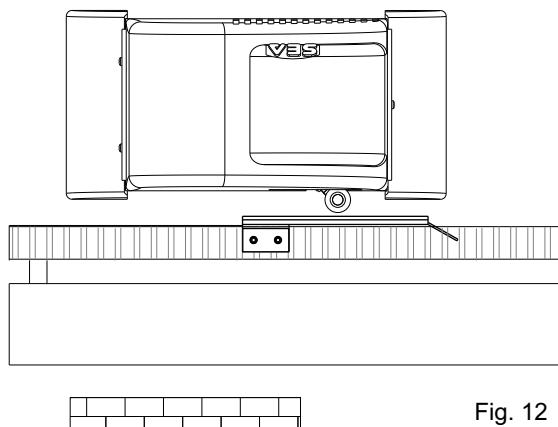
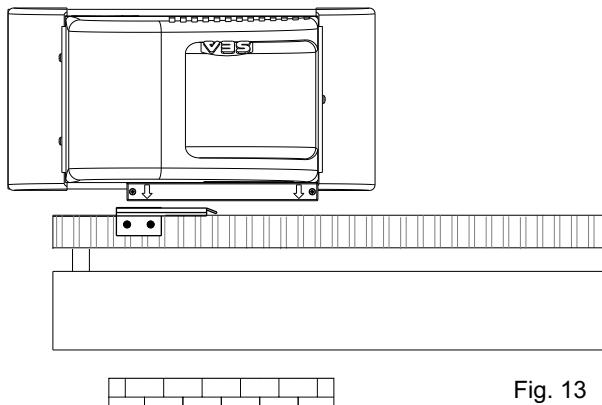
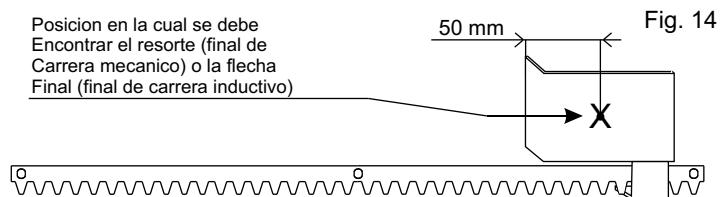
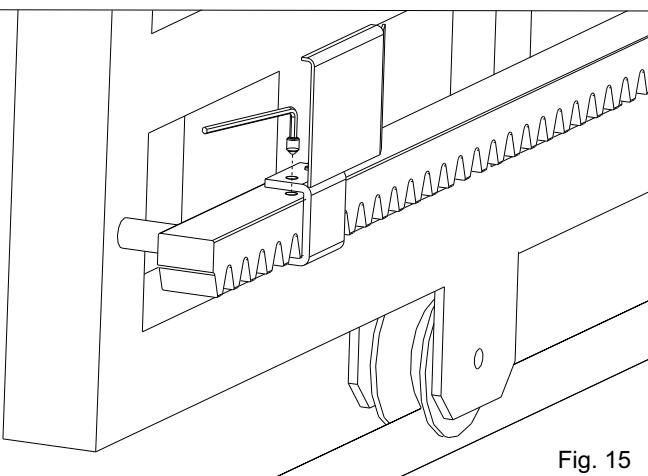

Fig. 12
Fig. 13
Fig. 14
Fig. 15
- Posicionar la plaquita sobre la cremallera en modo de tener el final de carrera (palanquita en caso de final de carrera mecanico (Fig. 12); flechitas de indicacion puestas y en caso de final de carrera inductivo (Fig. 13)) en correspondencia con el punto X que se encuentra a 50 mm del lado doblado de la plaquita (fig. 14) y fijarla con los tornillos en dotacion (Fig. 15).
- Posicionar la plaquita en la cremallera en modo de tener el final de carrera en correspondencia del punto X que se encuentra a 50 mm del lado doblado de la plaquita (fig. 14) y fijarla con los tornillos en dotacion (Fig. 15).